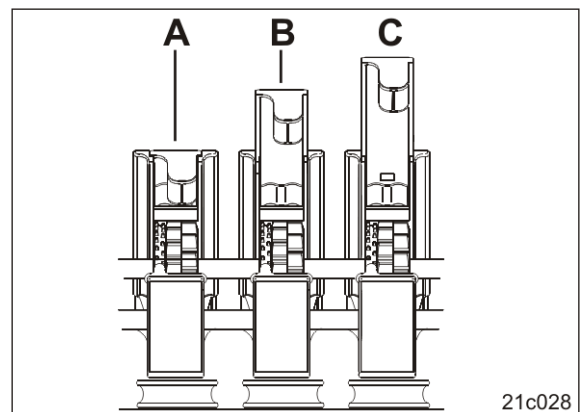

Рис. 143
2. Встановіть запірні заслінки (Рис. 143) на значення з таблиці (див. с. 64).
Запірні заслінки (Рис. 143) фіксуються в одному з трьох положень: